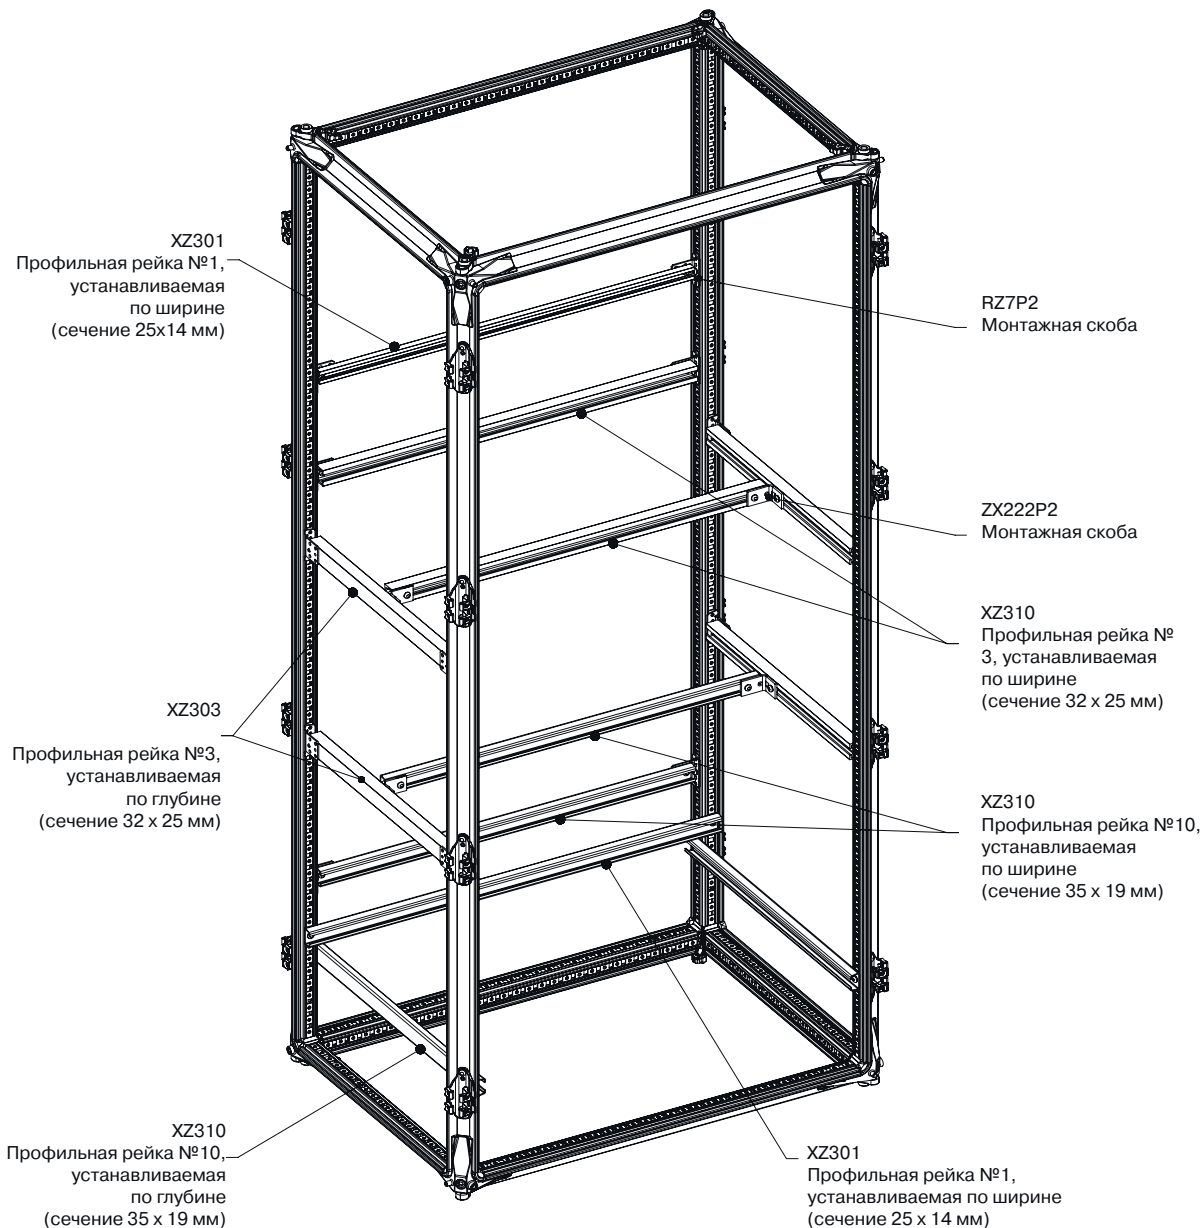
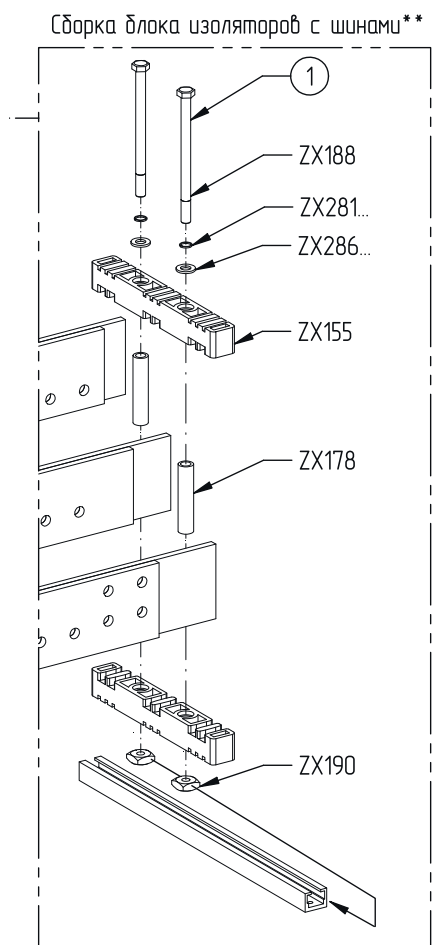

Рис. 1.15. Создание несущих конструкций с помощью алюминиевого профиля
Рис. 1.21. Схема создания опорной точки системы сборных шин на базе шинодержателя ZX155
- Алюминиевый профиль.** Этот тип профиля является самым универсальным и экономичным среди вышеобозначенных трех типов. Наиболее популярными и востребованными на российском рынке являются модификации XZ301E и XZ303E, которые представляют из себя отрезки длиной 6 метров и приобретают законченный для монтажа вид на сборочном участке в зависимости от конкретного применения (рис. 1.15). Для крепления данного профиля к каркасу шкафа чаще всего используются скобы RZ7P2, а для соединения таких профилей друг с другом уголки ZX222P2. Далее для монтажа аппаратов, изоляторов и т.п., применяются соответствующие крепежные элементы (болты, шайбы, скобы) и скользящая гайка, предварительно установленная внутри С-образного сечения профиля. Чаще всего профиль применяется для организации систем сборных шин на базе шинодержателей ZX155-156 (рис. 1.21).
опорной точки на его основе потребуется меньше элементов. С помощью таблицы, расположенной в нижней части стр. 9-14, по значению номинального тока определим сечение шины. В нашем случае для построения одной фазы, (оперируя значением тока 1700 А), будем использовать шину сечением 100x10. Именно этот параметр определяет тип остальных, требуемых для создания опорной точки, элементов. Пользуясь памяткой (стр. 9-2) или разделом соответствующей монтажной инструкции/модели (рис. 1.21), определим, что для создания одной опорной точки, помимо двух шинодержателей ZX155, понадобятся (стр. 9-15) 2 болта ZX188 и 2 втулки ZX178. Для соединения элементов шинодержателя можно использовать 2 тарельчатые пружины из комплекта